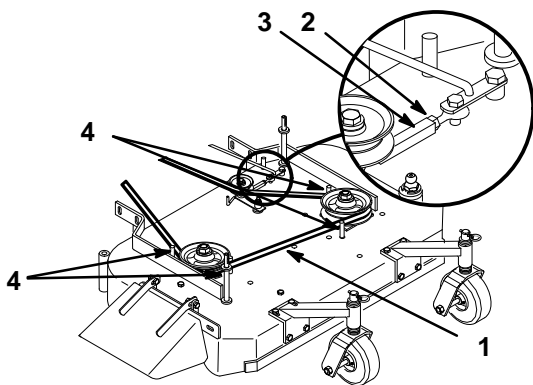

Figure 46
7. Monter la poulie d'entraînement des lames (Fig. 46).
3. Déposer la courroie d'entraînement des lames (Fig. 46).
3. Desserrer le contre-écrou et dévisser le tendeur du bras de poulie folle. Déposer la courroie usée (Fig. 46).
4. Monter une courroie neuve et régler la tension de la courroie : desserrer le contre-écrou du tendeur et visser le tendeur vers l'arrière de la tondeuse pour augmenter la tension ou le dévisser vers l'avant de la tondeuse pour réduire la tension de la courroie (Fig. 46).